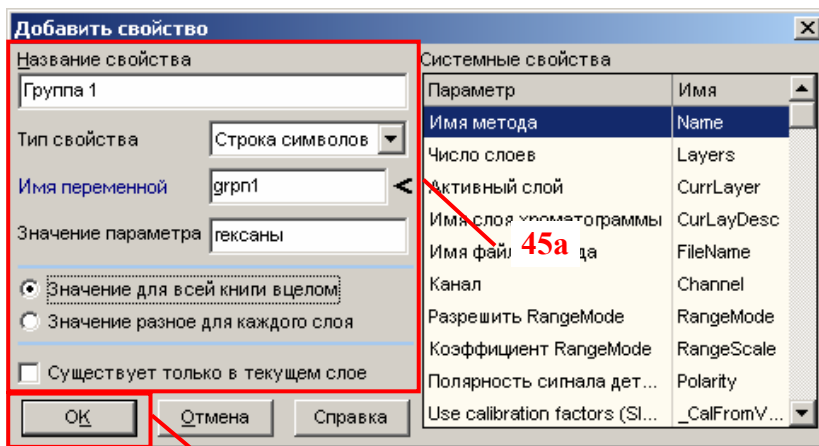

Рис. 68. Добавление свойства «grpn1»
- В поле редактирования «**Название свойства**» введите строку «**Группа 1**» (см. Рис. 68);